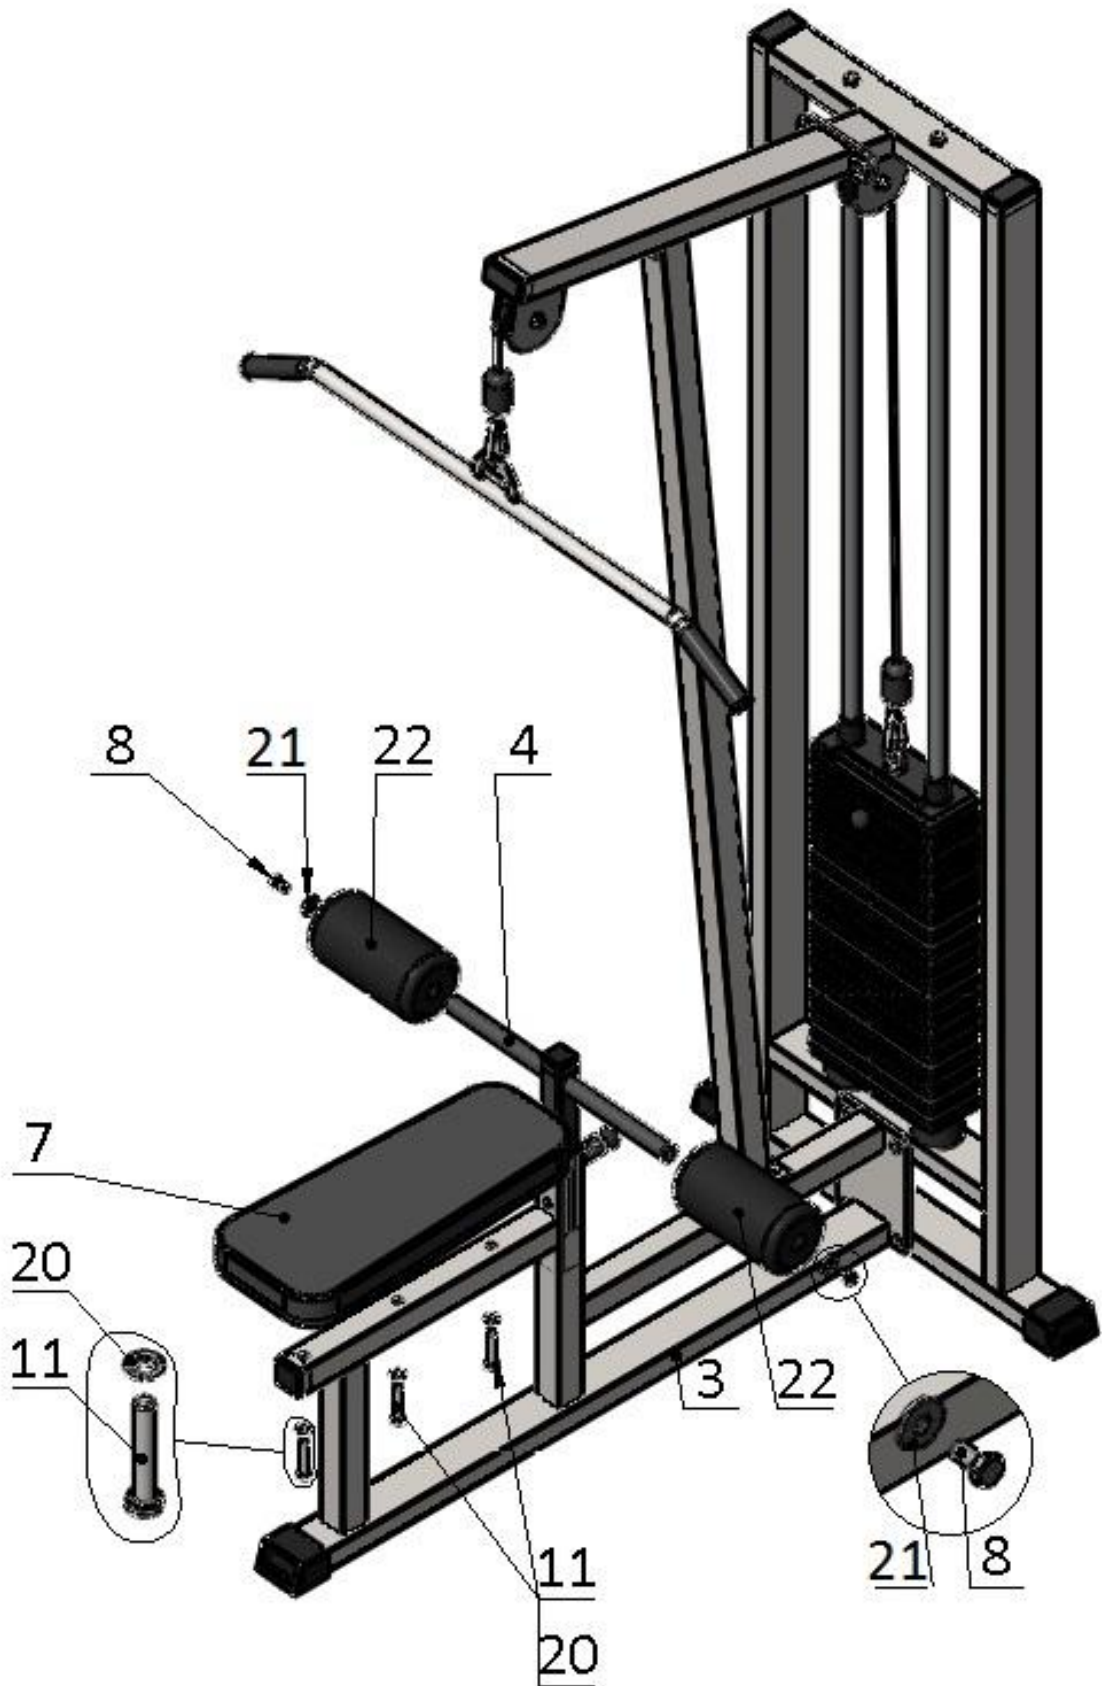

Рис.3
3. Оттяните замок на раме сиденья (3), вставьте регулировку (4). По обе стороны на регулировку (4) наденьте валики (22) и закрепите их комплектом крепежа: болт M10x20 (8) и шайба усиленная D10 (21). К раме сиденья (3) прикрутите сиденье (7) комплектом крепежа: болт M10x65 (11), шайба D10 (20) (рис.3).